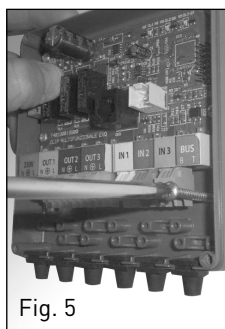

Fig. 5
- agganciare la centralina al muro ed inserire le due viti di fissaggio (fig. 5), prima di serrare verificare che l'intera centralina sia perfettamente appoggiata al muro e in bolla, sia in orizzontale che in verticale. In caso contrario effettuare gli aggiustamenti necessari operando sulla vite di fissaggio.